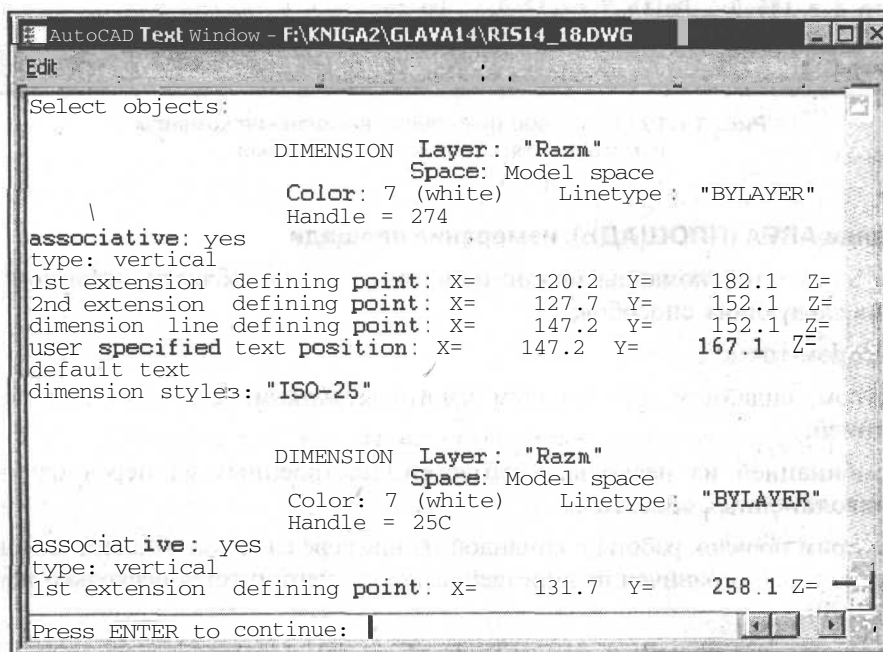

Рис. 14.18. Текстовое окно со сведениями о чертеже втулки
2. Выберите рамкой втулку без оси симметрии и нажмите клавишу <Enter>. Сведения о выбранном объекте будут выведены в текстовом окне (рис. 14.18).